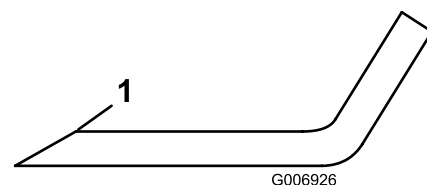

Figura 74
4. Ispezionate i taglienti di tutte le lame, affilateli se sono smussati o scheggiati, affilate solo la parte superiore del tagliente e mantenete l'angolo di taglio originale per garantire l'affilatura (Figura 74).